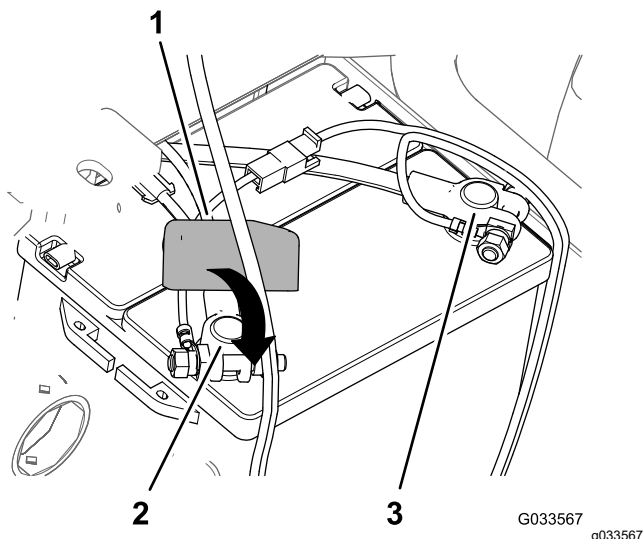

Bild 32
8. Schließen Sie das Pluskabel der Batterie am **Pluspol** der Batterie an und ziehen Sie die Klemmmutter mit der Hand an (Bild 32).